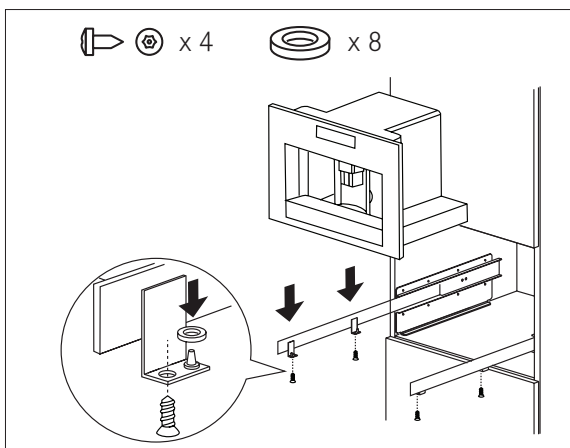

Fig. 5
- ▶ Riempire il serbatoio, inserirlo nella macchina ed inserire l'erogatore acqua calda (C7) (Fig. 5).